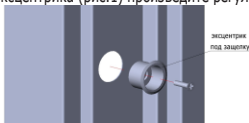

Рис. 1
4.11. Снова проверьте работоспособность замков, прилегание полотна к коробу и усилие при закрытии двери. После этого закрепите короб анкерами на обеих вертикальных стойках через монтажные отверстия в его средней части, контролируя при этом их прямолинейность. При помощи эксцентрика (рис.1) произведите регулировку притвора двери.